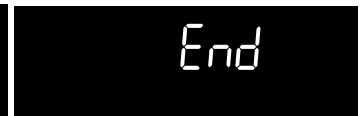

Fig. 2
1. « **End** » (fin) s'affiche et le four s'éteint automatiquement (fig. 2).